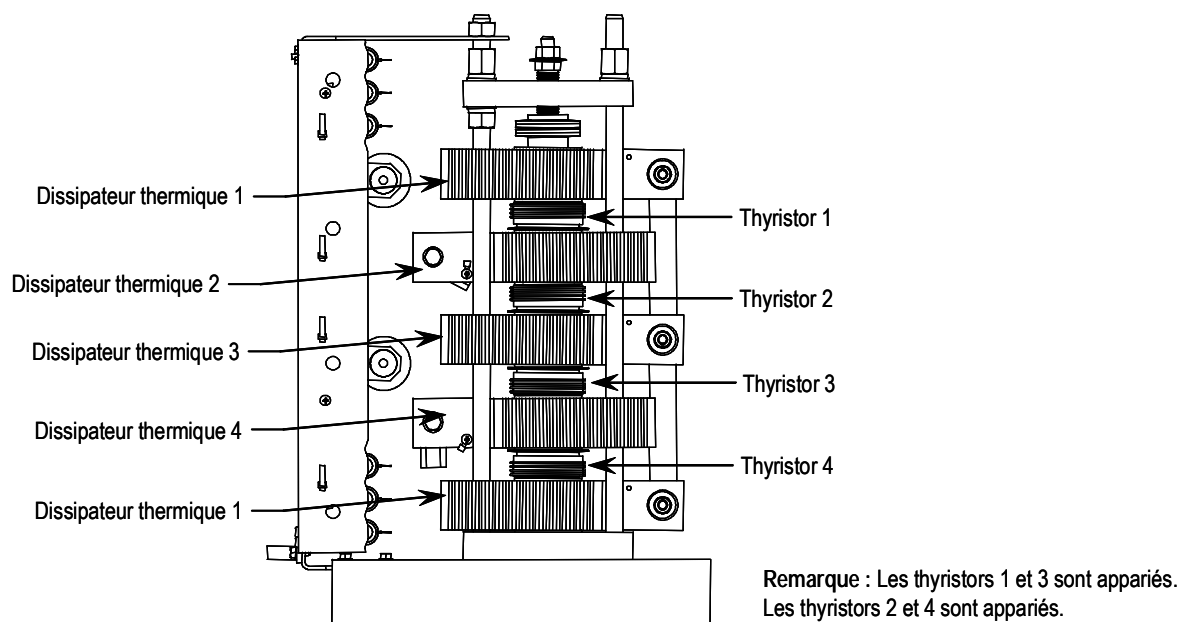

Figure 9.8 – Module d'alimentation (monophasé) • 3 300/4 160 V, 180/360 A
1. Retirer la tige court-circuit. Mesurer la résistance entre les dissipateurs thermiques attenants afin d'identifier les thyristors court-circuités. Les dissipateurs thermiques dotés de quatre ou six thyristors doivent comporter des jeux de thyristors appariés. Se reporter aux figures 9.8 et 9.14 pour connaître la position des jeux de thyristors appariés. Si un thyristor de chaque ensemble est court-circuité, tous les thyristors du module doivent être remplacés. Un thyristor fonctionnel donnera une mesure de plus de 100 kilohms de l'anode à la cathode, et entre 10 et 40 ohms de la gâchette à la cathode.